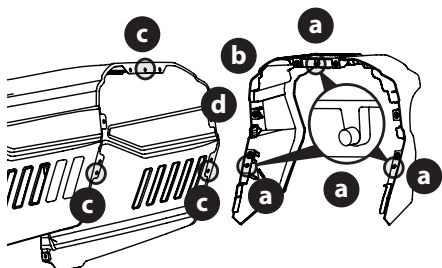

Figura 5
Hay tres (3) clavijas de alineación (a) sobre el collarín del capó (b) que se alinean con los correspondientes orificios de alineación (c) del capó (d) (Figura 5).